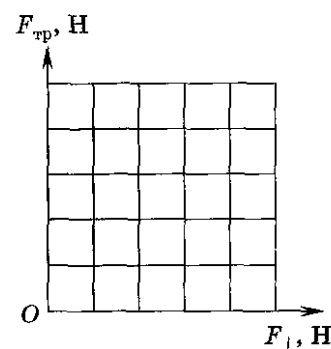

Рис. 5
3. Постройте график зависимости  $F_{\text{тр}}$  ( $F^\perp$ ) (рис.5), используя данные таблицы 1. Через начало отсчёта проведите прямую так, чтобы число точек над прямой равнялось числу точек под прямой.
4. Найдите коэффициент трения скольжения  $\mu$  по формуле (5) как тангенс угла наклона прямой линии к оси абсцисс.